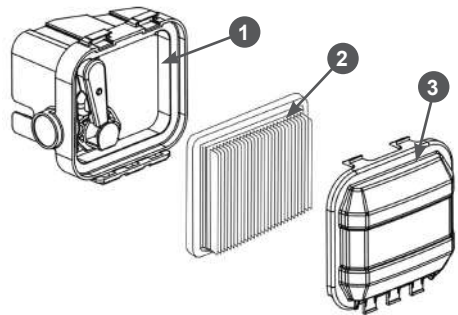

Рис. 17. Обслуживание воздушного фильтра
- Нажмите на фиксаторы и снимите крышку 3 воздушного фильтра (Рис. 17).
- Извлеките из корпуса 1 фильтрующий элемент 2 (Рис. 17).
- Произведите очистку крышки 3 воздушного фильтра и корпуса 1, не допуская попадания пыли и грязи в карбюратор (Рис. 17).